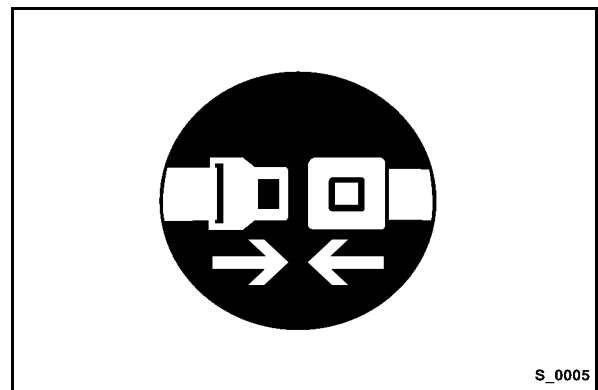

fig. 45
- Boucler la ceinture de sécurité (fig. 45).